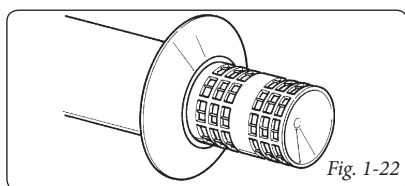

Fig. 1-22
- Griglia esterna (Fig. 1-22). Il terminale di aspirazione-scarico sia Ø 60/100 che Ø 80/125, se correttamente installato, si presenta all'esterno dell'edificio in modo gradevole. Assicurarsi che il rosone in silicone di tamponamento esterno sia correttamente a battuta al muro esterno